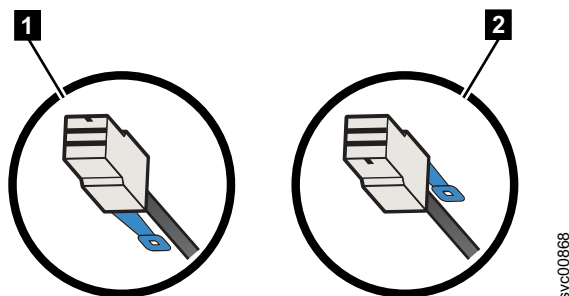

Figure 117. Orientation du connecteur du câble SAS
- Pour les boîtiers d'extension 2145-24F ou 2145-12F, la languette de retrait bleue doit se trouver sous le câble (**1** sur la figure 117).
- Pour les noeuds 2145-SV1 ou 2145-DH8 et les boîtiers 2145-92F, la languette de retrait bleue doit se trouver au-dessus du connecteur (**2** sur la figure 117).